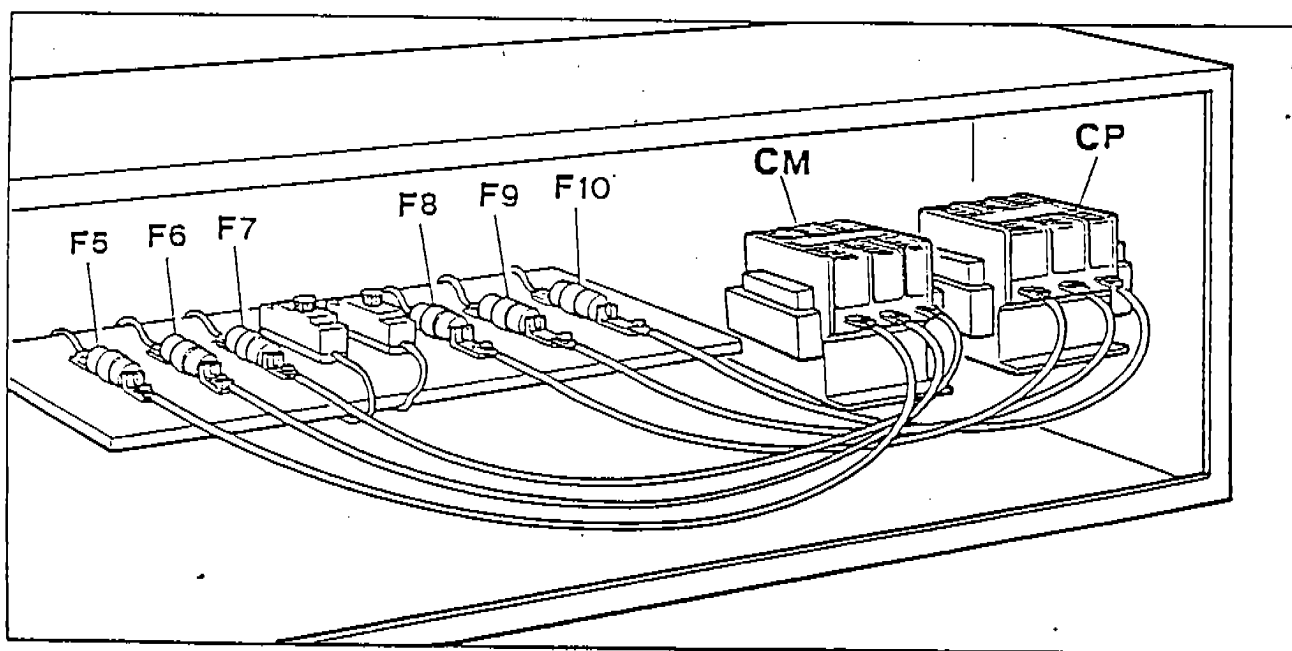

Fig. 19
4.0 - FAULTS LOCATING (Fig. 19)
4.0 - RICERCA GUASTI (Fig. 19)